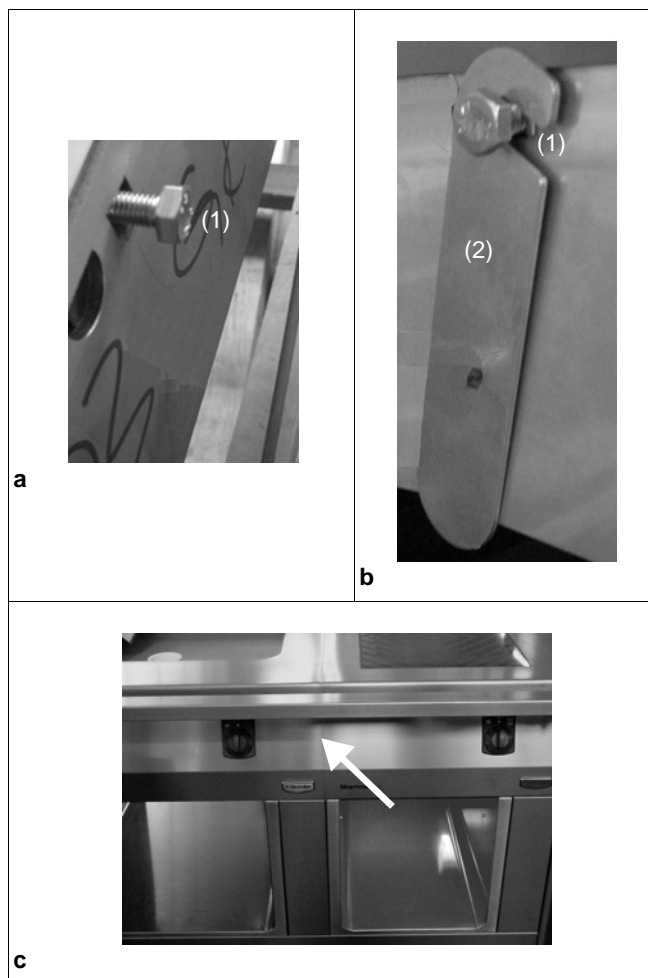

Fig.1 Raccordement latéral
Chaque kit d'assemblage comprend respectivement deux écrous en cage (1 / Fig.1) pré-montés à l'avant droit de l'appareil et des éclisses (2 / fig 1),
⇒ Vissez la vis (1 /fig. 1) à env. 5 mm de profondeur dans l'écrou en cage.
⇒ Insérez l'éclisse (2 / fig. 1) à l'intérieur sur la plaque d'assemblage droite du deuxième appareil.
Chaque kit d'assemblage comprend respectivement deux vis hexagonales M8 x 25 (1 / Fig.1), des boulons avec circlip (2 / Fig.1), des éclisses (3 / Fig.1), des vis hexagonales M8 x 16 avec rondelles à denture intérieure et des vis hexagonales M8, des vis hexagonales M5 avec rondelles à denture intérieure (4 / Fig.1)
- ⇒ Vissez la vis (3 / Fig.1) à env. 5 mm de profondeur dans l'écrou en cage pré-monté dans la paroi latérale.